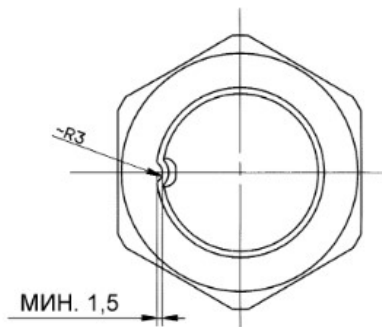

Рис. 6.28. Фиксация стопорной гайки
8. Выполнить протяжку гаек рулевых наконечников с моментом 6..8 кгс\*м и гайки крепления сошки с моментом 31,6...33,7 кгс\*м. Закернить стопорную гайку, как показано на Рис. 6.28.